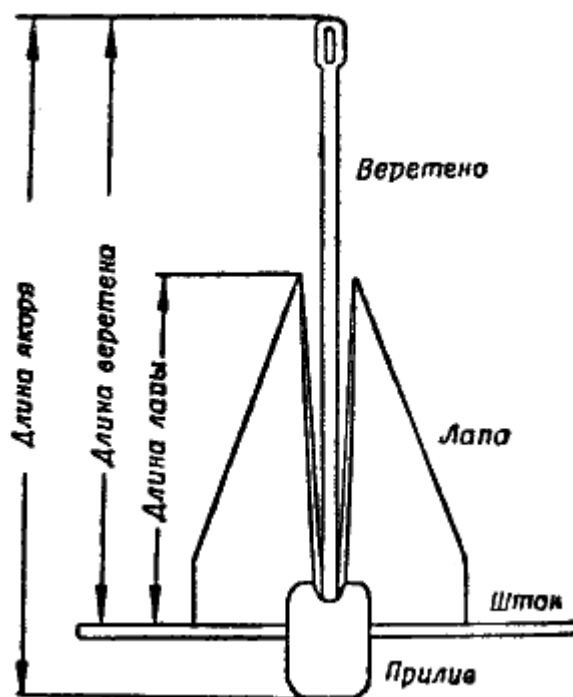

Рис. 278. Обозначения на якорь Данфорта
5. Можно ли якорь хорошо уложить и быстро отдать? Быстрое снятие с якоря зависит от того, насколько форма якоря препятствует засасыванию его в ил, а также в какой степени удерживают его водоросли. Если якорь имеет складные части, которые кончаются шпильками, то важно учесть не только время уборки, но и время, необходимое на его подготовку к отдаче при постановке на якорь. Поэтому при выборе якоря следует обращать внимание на возможность быстрого закрепления его в грунте. Главный якорь на крупных яхтах укрепляется на палубе, на небольших морских крейсерах, он, как и запасной якорь, хранится в форпике. Если якорь достаточно плоский, его можно укладывать даже в трюм. Требованиям пунктов 1—3 лучше всего отвечает современный легкий якорь типа Данфорта или Бенсона различных видов. В табл. 8 приведены характеристики различных образцов якорей Данфорта, показанных на рис. 278.
* См. рис. 278.